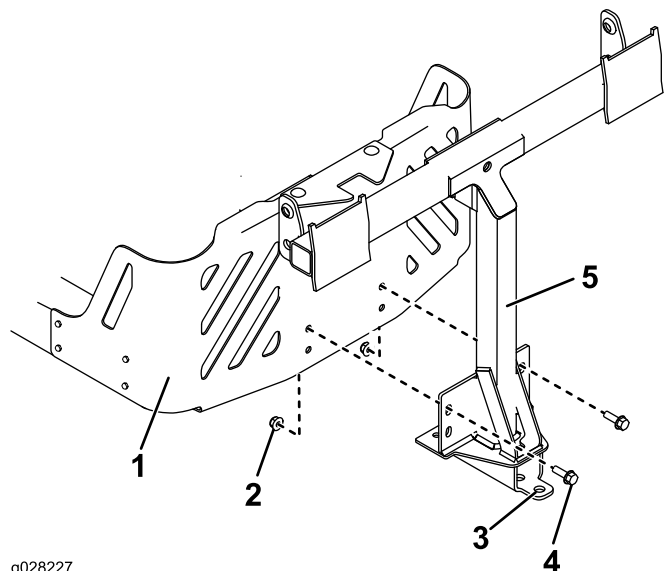

Figura 11
2. Montai cadrul de pivotare la cadrul mainii aa cum se arată în Figura 11. Fixai cadrul de pivotare la cadrul mainii utilizând 2 uruburi (5/16 × 1") i 2 contrapiulițe (5/16").